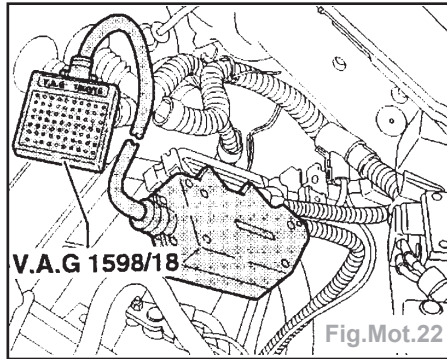

Fig.Mot.22
- brancher le boîtier de contrôle **V.A.G 1598/18** sur le câblage de l'appareil de commande (Fig.Mot.22).